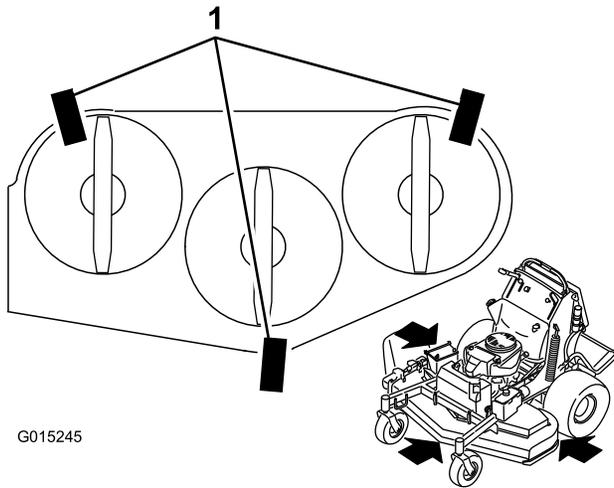

Figura 85
1. Coloque tres trozos de madera de 2 x 4 pulgadas debajo de la carcasa del cortacésped, según se muestra en Figura 85. Coloque los listones de 2 x 4 sobre el lado de 4 pulgadas.